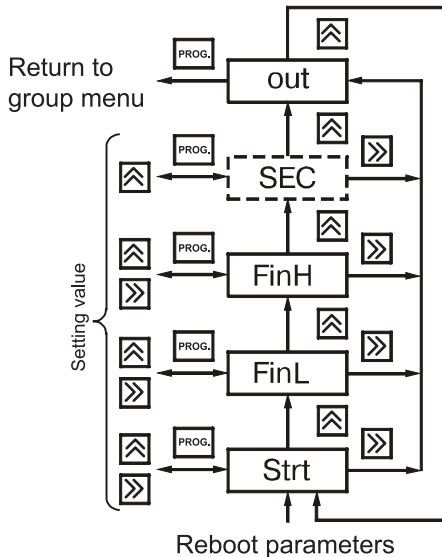

Figure 24.
6.1.1.7. «**Group_b**» group (figure 24) contains